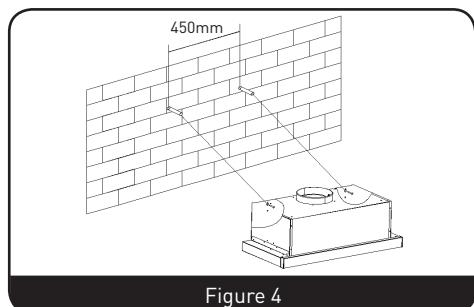

Figure 4
1. Percez 2 trous de Ø8 mm dans un endroit approprié en les centrant par rapport au trou du dos de la hotte aspirante. (Ces deux trous doivent être alignés à l'horizontale) (Figure 4)